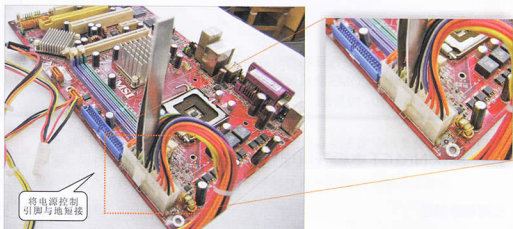
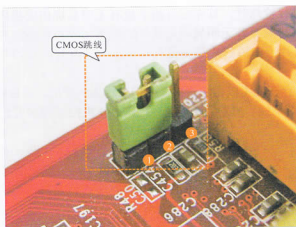

图10-18 可强制启动ATX电源
图 10-19 主板开机电路中 CMOS 跳线的设置
(3) 接着将镊子插入ATX电源插座的开机控制引脚第⑭脚(绿线), (⑭脚的ATX电源接口为第⑯脚)与某一地线短路一脚(黑色线),即可强制启动ATX电源,具体操作如图10-18所示。
(4) 检测三端稳压器输出的3.3V电压不正常,更换后,故障排除。
通常COMS跳线设置是否正确也会导致不能开机的故障,因此,在检修主板开机线路时,还应检查COMS跳线设置是否正确。正常情况下跳线应插在跳脚的①、②引脚上,如图10-19所示。